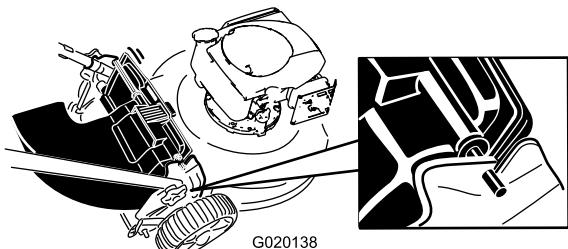

Bild 18
- Setzen Sie die Stange am Heckauswurfablenkblech in die Kerben am Rasenmäher (Bild 18).